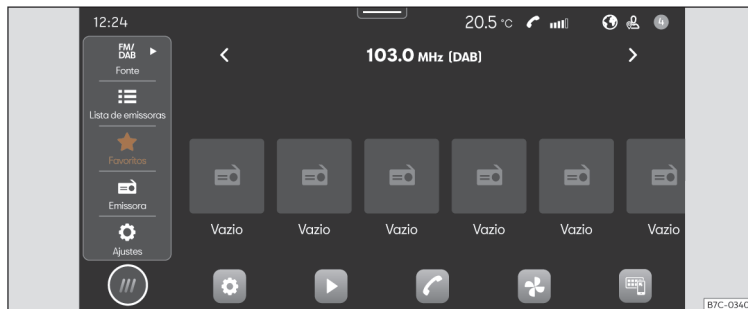

Fig. 156 Representação esquemática: Vista Rádio.
- Pressione **HOME** > > >>> **Fig. 156**.